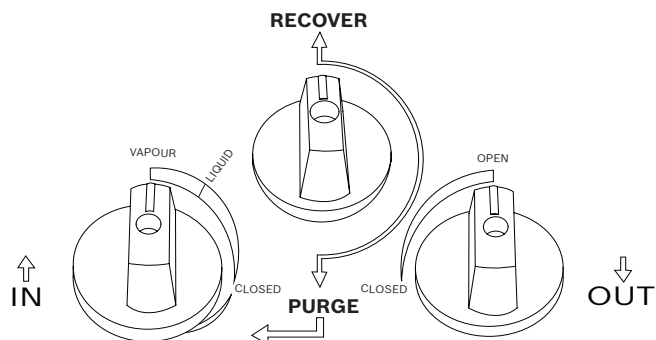

Bild 2: Ventilernas läge vid normal återvinning
3. Se till att serviceventiler, grenrör med manometrar, styrventiler och återvinningstank på A/C eller kylsystem är stängda innan du kopplar några slangar. Var även noga med att ventilen för återvinning / tömning är i läget **RECOVER** (Återvinning) (pekar upp). Se bild 2.
11. Vrid ratten på styrventilen på apparatens inlopp (blå) till märkningen för **LIQUID** (Vätska) på frontpanelen, se bild 2. Vrid huvudströmbrytaren till läge **ON** (TILL) för att börja återvinningen.
3. Se till att ventilerna för system, grenrör, sytrning och återvinningstank är stängda innan du ansluter några slangar. Var noga med att ventilen för återvinning / tömning är i läget **RECOVER** (Återvinning) (pekar upp). Se bild 2.